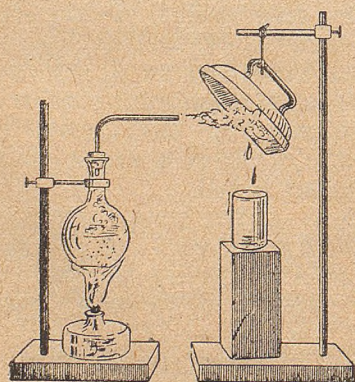

Рис. 207. Парлөн конденсация.
37. Парлөн конденсация. Ежели ва парлись струясö иньдöт-ны көдзыт предмет вылö (рис. 207), то парыс пöртчö ваö. Пар-лөн жидкостьö пöртчöмыс шусьö пар конденсацияйн.